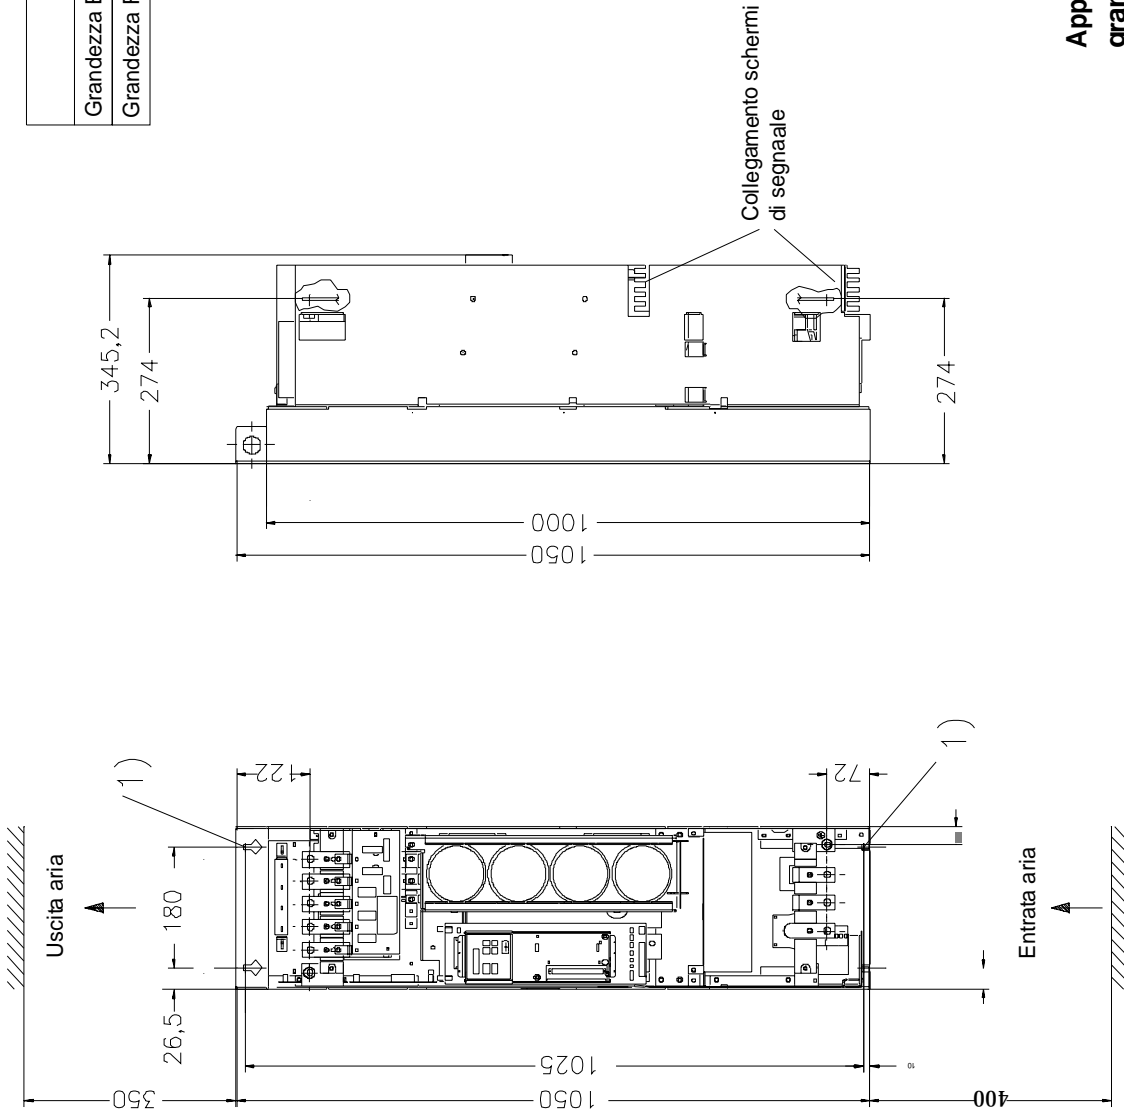
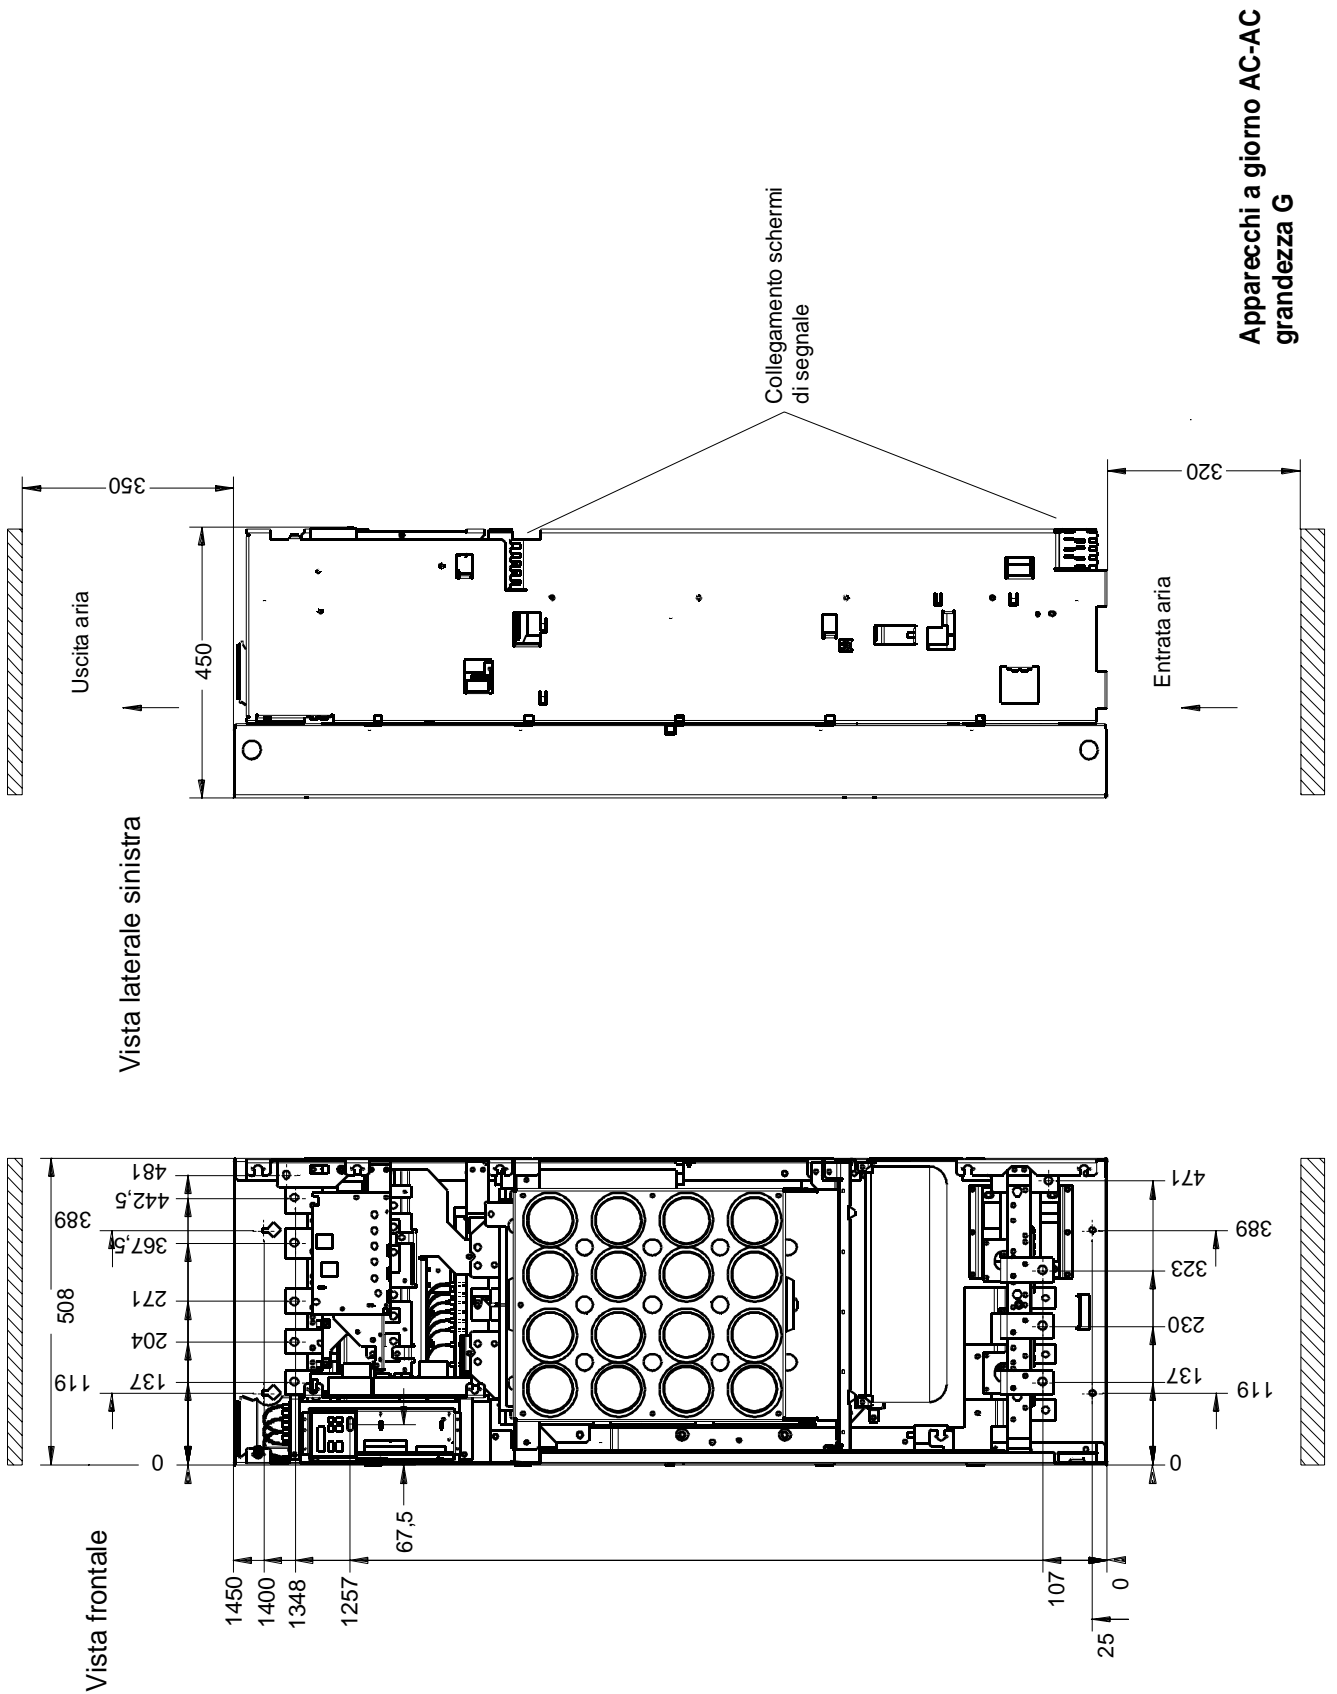

Fig. 2.2 Grandezza E e F
Fig. 2.3 Grandezza G
- ◆ Disegno d'ingombro: Fig. 2.2 per grandezze E, F, Fig. 2.3 per grandezza G e Fig. 2.4 per grandezza H.